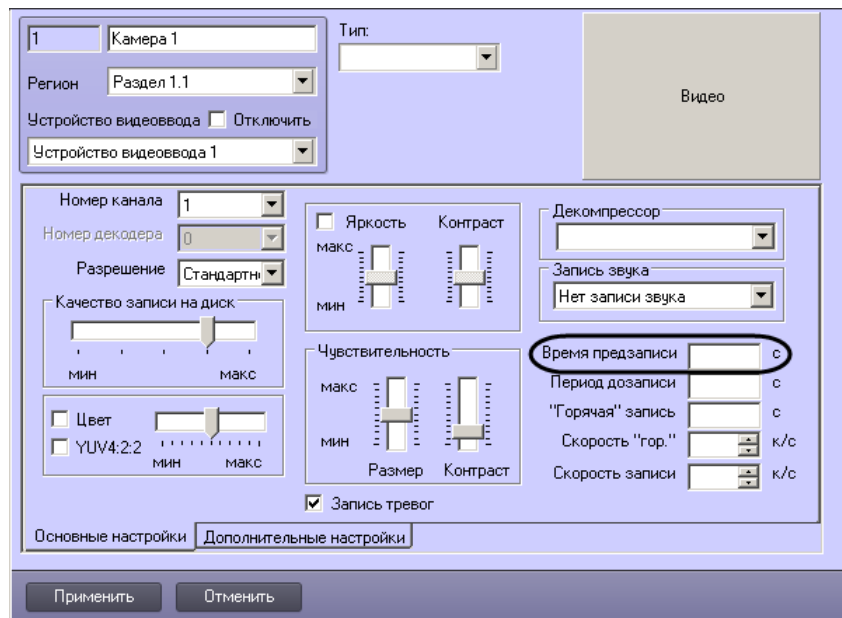

Рис. 8.4—8 Параметр Время предзаписи
13. В поле **Длина (сек.)** водится размер передаваемого видеофрагмента (для режима *передача видеофрагмента*) – (см. Рис. 8.4—6, 9).